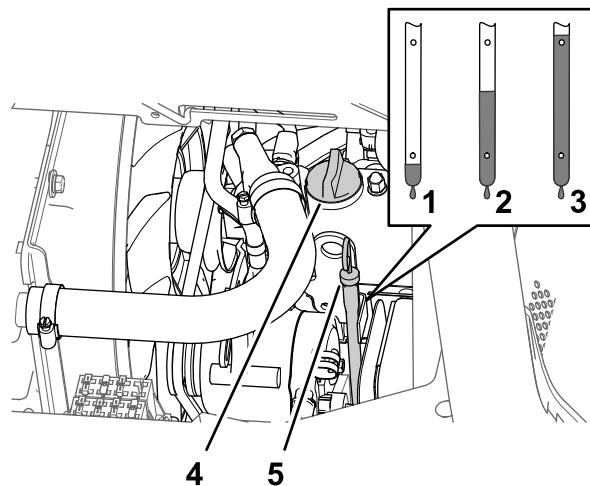

図 113
5. エンジンバルブカバー図 113からオイル補給口のキャップを取り、所要量の約 80% のオイルを入れる。
6. ディップスティックの目盛りで油量を点検する 図 113。
7. ディップスティックの FULL マークに達するまで補給口から残りのオイルをゆっくりと補給する 図 113。
8. 補給口にキャップとディップスティックを取り付ける 図 113。